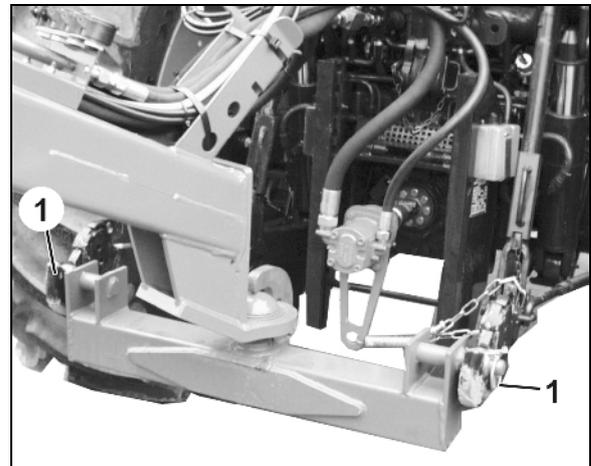

Fig. 88
2. Bloquez les chevilles de bras inférieurs avec une goupille pour éviter qu'elles ne se défassent (Fig. 88/1).